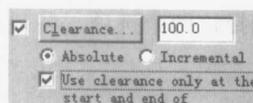

图 1-25
(3) 在外形铣削的参数对话框中的安全高度功能也进行了改进, 安全高度只用于起点和终点操作上, 如图 1-25 所示。